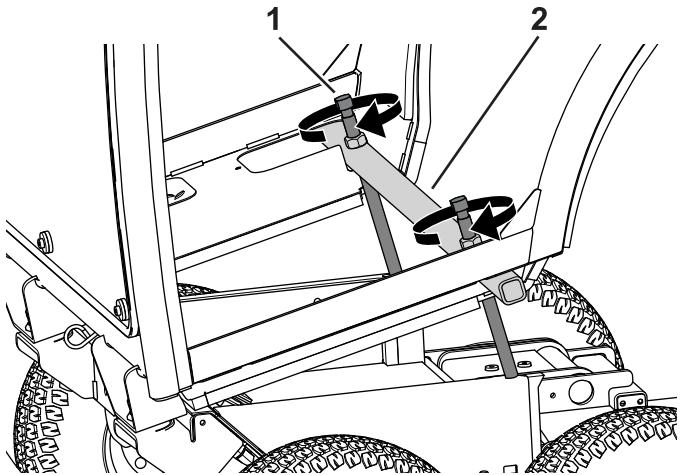

Figure 67
3. Tournez alternativement chaque vis de levage de quelques tours à la fois jusqu'à ce que la cabine pivote vers l'avant (Figure 67).